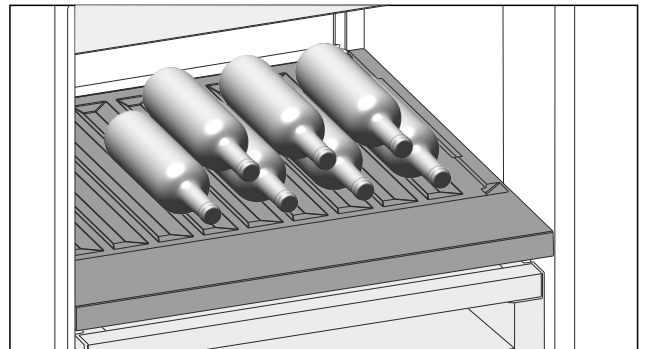

Fig. 168 Immagine a titolo di esempio
- ▶ Inserire le bottiglie con il fondo rivolto verso la parte posteriore. (vedere Fig. 168)